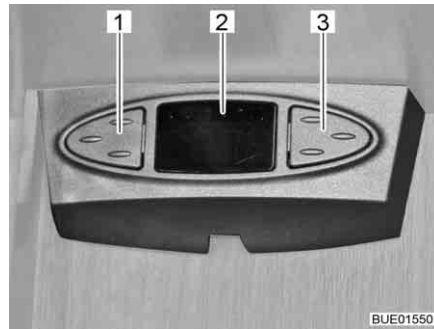

Fig. 25 Souris sat
Suivant le modèle, l'antenne parabolique est équipée d'une souris sat. L'affichage (Fig. 25,2) de la souris sat indique la chaîne réglée. Les deux touches servent à la commande des fonctions de base de l'antenne parabolique (changement de chaîne, allumer/éteindre).
- Choisir la chaîne précédente dans la liste de chaînes : Appuyer sur la touche gauche (Fig. 25,1).
- Choisir la chaîne suivante dans la liste de chaînes : Appuyer sur la touche droite (Fig. 25,3).
- Passer de radio à TV et inversement : Appuyer brièvement en même temps sur les touches (Fig. 25,1 et Fig. 25,3).
- Allumer/éteindre le récepteur : Appuyer en même temps sur les touches (Fig. 25,1 et Fig. 25,3) et les maintenir pressées.